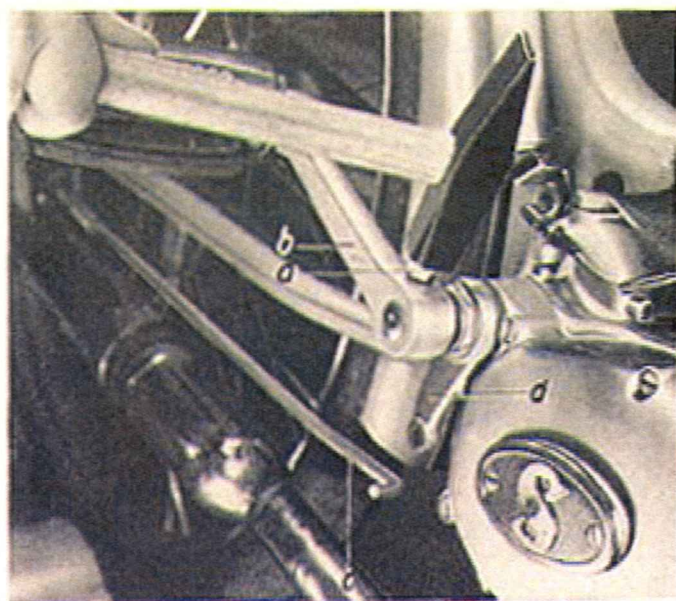

Bild 10
- 2.7 Tretkurbeln abnehmen. Mutter (a) an beiden Kurbeln lösen und etwas zurückschrauben (Schraubenschlüssel SW 10). Mit leichtem Hammerschlag die beiden Keile lockern, die beiden Muttern, Unterlagscheiben und Keile entfernen. Anschließend Tretkurbel (b) links und rechts abziehen. Bremsgestänge (c) am Motor-Bremshebel (d) nach Lösen des Splints aushängen. (Bild 10)